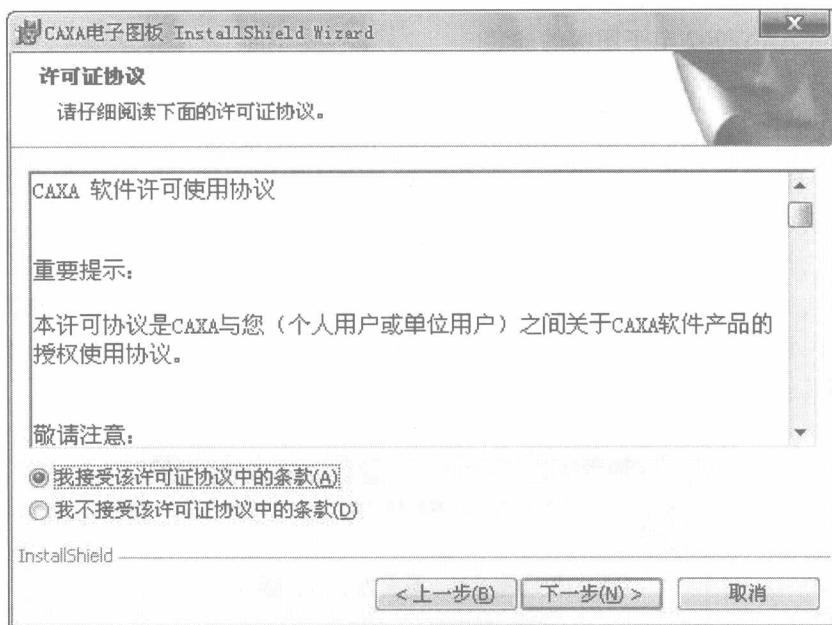

图 1-2 许可证协议
(2) 在欢迎画面单击【下一步】，继续安装程序，显示出“许可证协议”或者单击【取消】则出现退出安装对话框，单击【继续】则继续安装程序，单击【退出设置程序】则退出安装程序，返回操作系统。
(3) 阅读许可协议。如果您接受此协议，请选择【我接受该许可证协议中的条款】继续安装；如果您不接受此协议，请您选择【我不接受该许可协议中的条款】退出安装程序，如图 1-2 所示。
(4) CAXA2007 电子图板安装特别说明。请阅读此说明后单击【下一步】，继续安装程序。
(5) 用户信息。请您输入您的姓名及所在单位和产品序列号，在您确认您的姓名及所在单位和产品序列号输入正确后，单击【下一步】继续安装程序。软件的序列号您可以从【软件的使用授权证书】中得到，注意产品序列号字符区分大小写。
(6) 安装路径。安装程序默认将软件安装到 C 盘的 \CAXA\ CAXAEB\ 目录下，单击【浏览】，可以将软件安装到其他位置。
(7) 选择电子图板运行时的语言，单击【下一步】继续。
(8) 选择要安装的组件。在各个模块前的复选框内打钩确认是否要安装，单击【下一步】继续。
(9) 设置开始菜单的电子图板图标文件夹，单击【下一步】。